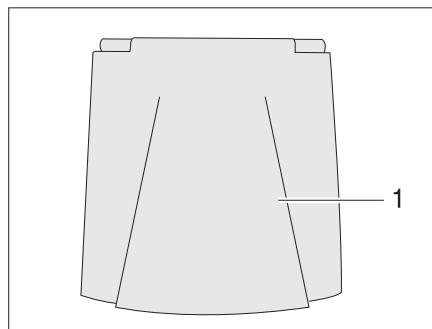

Fig. 33 Raccordement 230 V du portillon extérieur
- Basculer le portillon extérieur (Fig. 33,1) vers le haut.
- Faire basculer vers le bas le portillon extérieur (Fig. 33,1) et le fermer.